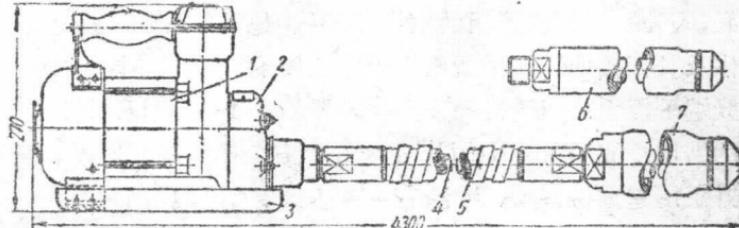

图 11 H-21A型内部振动器
**И-21A型内部振动器** 这种振动器是由电动机1(图11)，装在底座3上的变速器2，装于保护鎧套5中的右轉軟軸(牌号B103)4和两个可换的振动棒6及7组成。振动器装有外